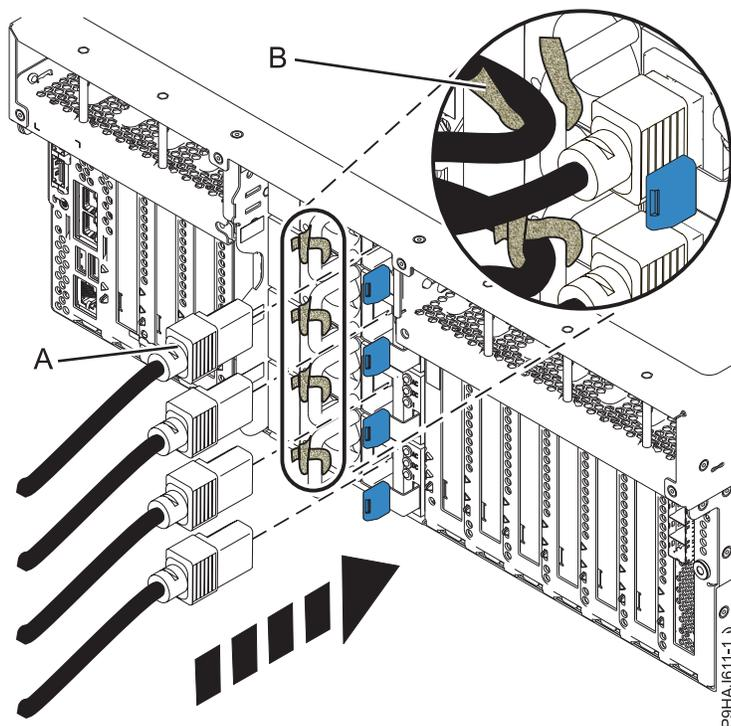
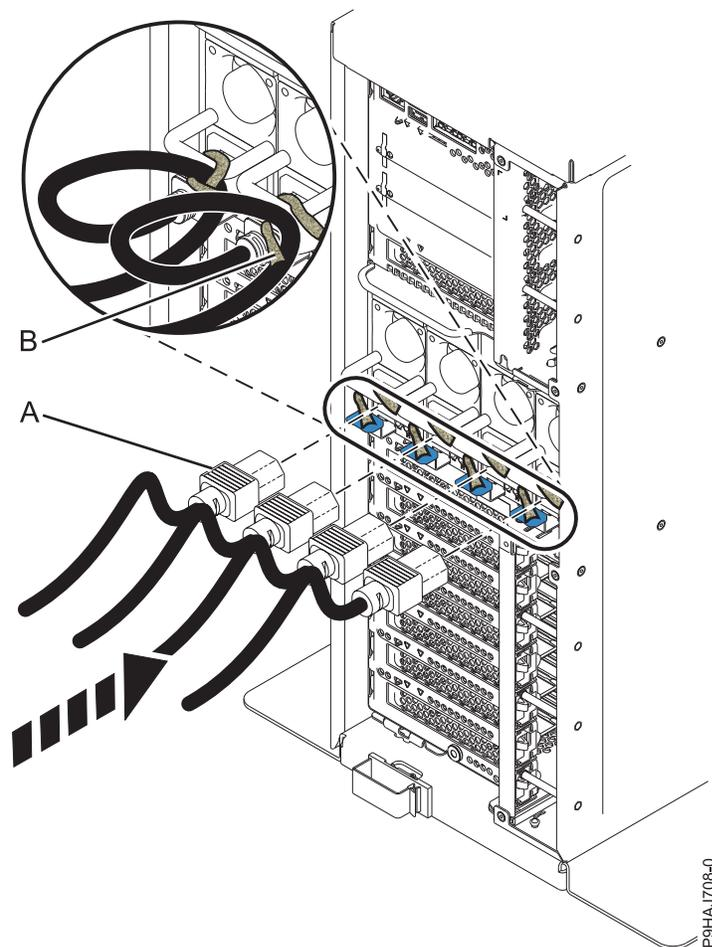

Figura 44. Ligar os cabos de alimentação a um sistema montado em bastidor
Figura 45. Ligar os cabos de alimentação a um sistema autónomo
2. Através das etiquetas, volte a ligar os cabos de alimentação (A) à unidade de sistema. Fixe os cabos de alimentação (A) ao sistema utilizando os fixadores de velcro (B) conforme mostrado em Figura 44 ou Figura 45 na página 63.